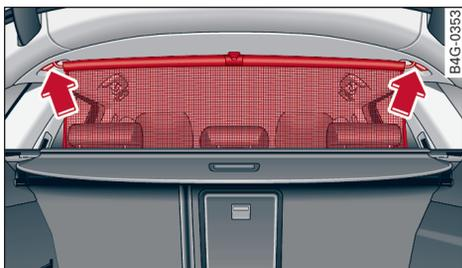

图 96 靠背后：挂上隔离网
- ▶ 向上拉隔离网。将横杆挂入靠背上方的固定环中 ⇒ 图 96 - 箭头-。